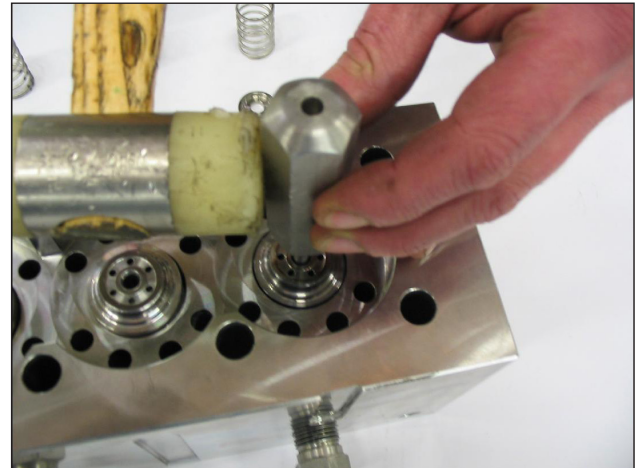

Fig. 42
**Si les sièges de soupape résultent bloqués sur la tête à cause de la présence de calcaire ou s'ils sont oxydés, les débloquer en faisant passer l'outil (réf. 27508000) dans l'orifice d'aspiration comme le montre la Fig. 42.**